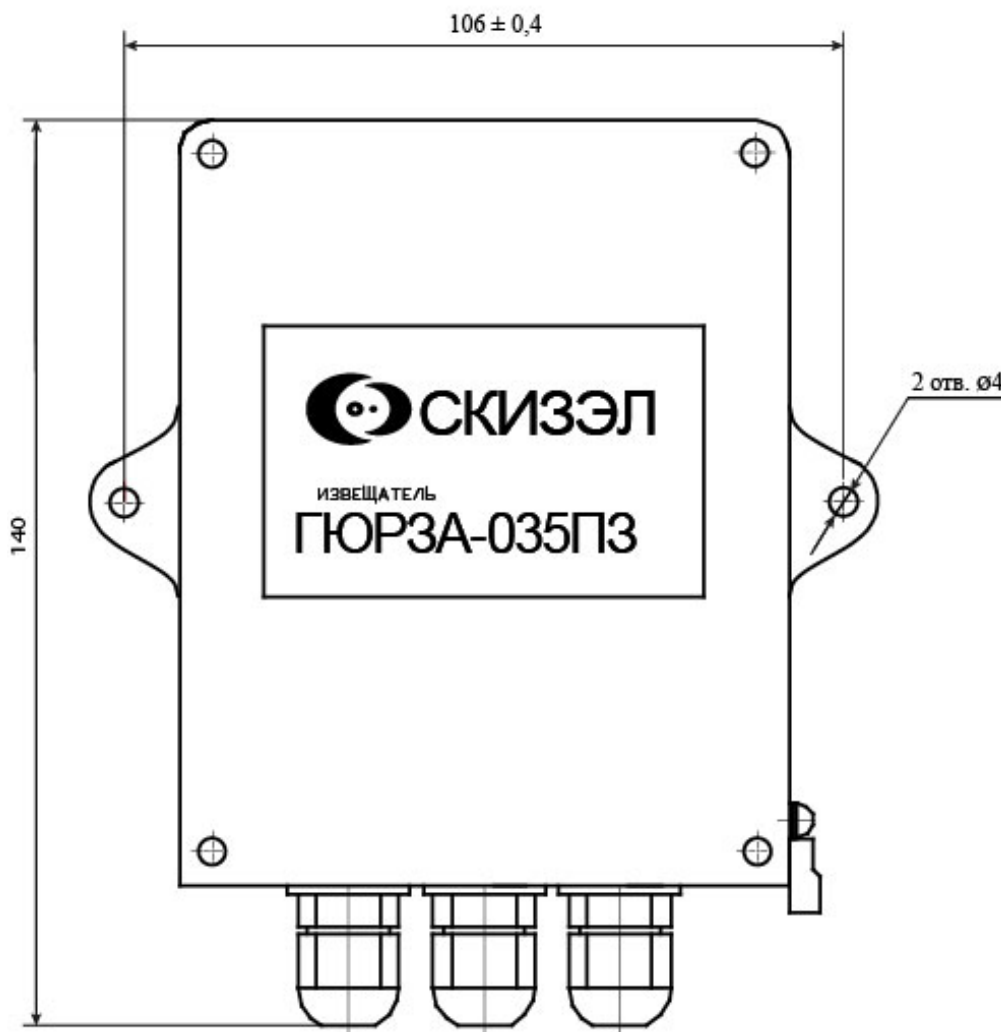

Рисунок 4.1
- произвести разметку под отверстия для крепления БОС (рисунок 4.1.);